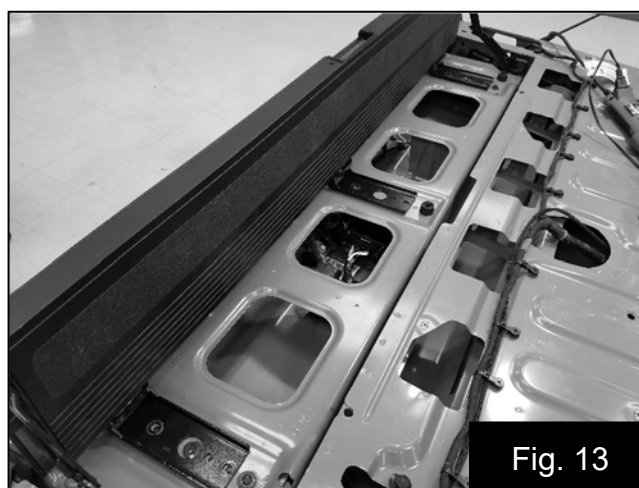

Fig. 13
20. Repositionnez le marchepied. Fig. 13